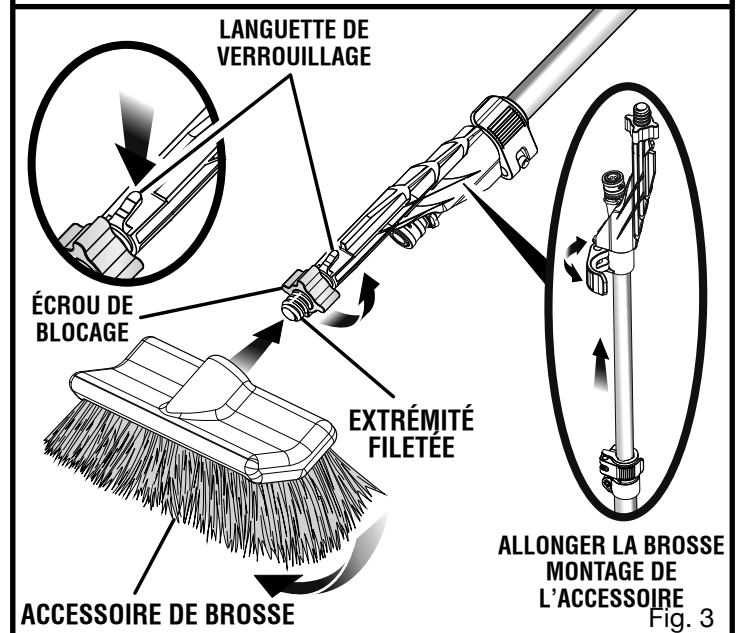

Fig. 3
- Ouvrir le levier de blocage sur l'accessoire de brosse, le glisser le plus loin possible du manche de la gâchette et puis fermer le levier de blocage pour le fixer en place comme illustré dans la figure 3.